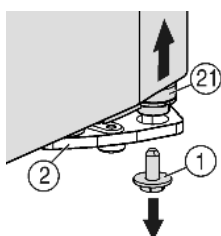
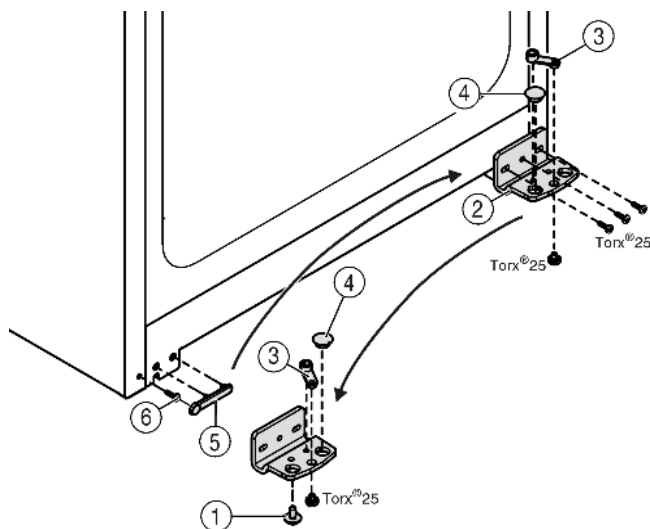

Fig. 4
Fig. 5
- Vpravo dole na stojanu ložiska vyšroubujte pojistný šroub Fig. 4 (1).
- ▷ Ložiskový čep Fig. 4 (21) se uvolní ze stojanu ložiska Fig. 5 (2).
- Pokud se ložiskový čep Fig. 4 (21) neuvolní, vytlačte čep zdola.
- Našroubujte stojan ložiska Fig. 5 (2).
- Našroubujte ložiskový díl Fig. 5 (3) a přemístěte do protilehlého upínacího otvoru stojanu ložiska, opět přišroubujte.
- Vyjměte ze stojanu ložiska zátku Fig. 5 (4) a nasadte do protilehlého upínacího otvoru stojanu ložiska.
- Opatrně zvedněte kryt Fig. 5 (5) na straně madla.
- Vyšroubujte šroub Fig. 5 (6) a na protější straně ho opět nasadte.
- Kryt Fig. 5 (5) opět nasadte.
- Přišroubujte opět stojan ložiska Fig. 5 (2) na novou stranu závěsu (**silou 4 Nm**), příp. pomocí akumulátorového šroubováku.
- Zašroubujte a dotáhněte pojistný šroub Fig. 4 (1) dole do ložiskového čepu (**silou 4 Nm**).